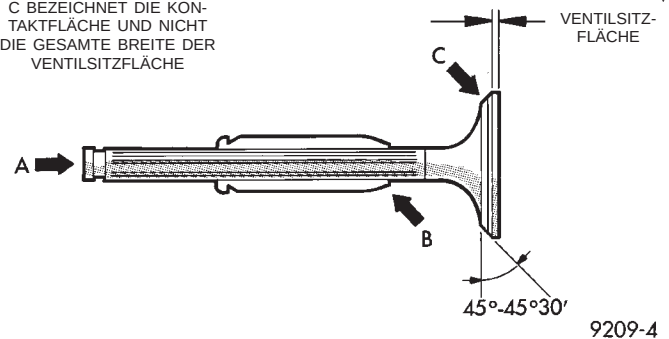

Abb. 106 Ventilprüfung
(1) Ventilschaftspitze an Punkt A auf Pittingspuren oder Einbuchtungen überprüfen (Abb. 106).
(2) An Punkt B auf Verschleiß oder Gratbildung überprüfen.
(3) Spiel zwischen Ventilfehrung und Schaft messen. Ist die Verschleißgrenze erreicht, Ventilfehrungen bzw. Ventile oder beides austauschen.
(4) Auf gleichmäßigen Kontakt (Mitte der Ventilsitzfläche am Ventil) mit dem Ventilsitz prüfen, Punkt C.